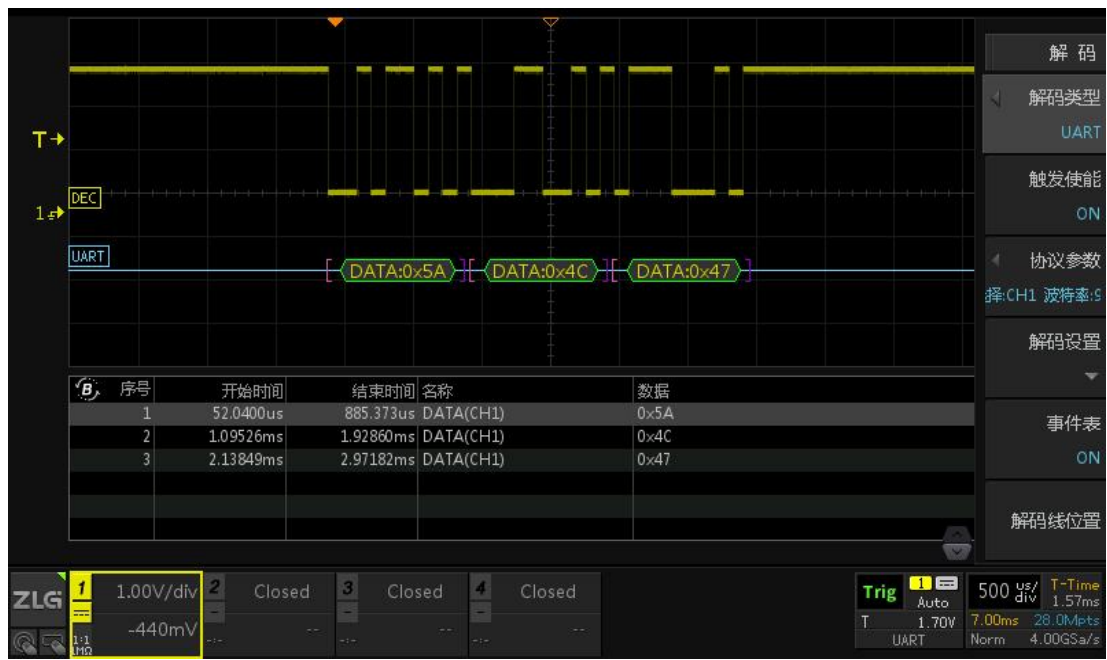

图 15.38 UART 协议触发与解码
- 号。同时可以通过旋转旋钮 B 来查看各个事件，在停止状态下，短按旋钮 B 可定位到选中的解码事件。如图 15.38 所示。在停止状态下可点击【事件导出】，具体可参考 22.4.1 报表生成。
- 7、 UART 协议触发设置条件为 8 位数据位宽，触发数据为 0x5A（字符显示为 Z），波特率为 9600，1 位结束位宽，无校验模式，数据模式为默认的 LSB，电平无反相。由图 15.38 中所示可知 UART 协议触发点准确定位在数据 0x5A。